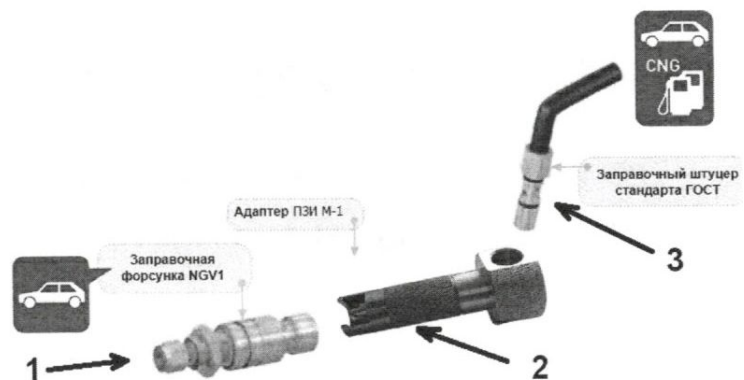

Рисунок 1 – Принцип использования переходника
- выкрутить верхнюю часть переходника ПЗИ М-1 (см. рисунок 1, стрелка 2);
- установить захват на заправочную форсунку автомобиля (см. рисунок 1, стрелка 1);
- вставить заправочный штуцер в отверстие переходника до упора (см. рисунок 1, стрелка 3).